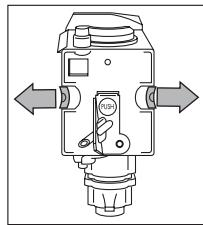

Fig. 44
- ▶ Una volta inserito, assicurarsi che i due tasti rossi siano scattati verso l'esterno (Fig. 44)